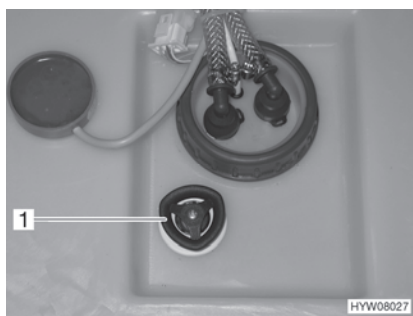

Fig. 139 Serbatoio dell'acqua con maniglia girevole
- Sul serbatoio dell'acqua, ruotare la maniglia girevole (Fig. 139,1) in senso orario fino all'arresto.
- Sul serbatoio dell'acqua, ruotare la maniglia girevole (Fig. 139,1) in senso antiorario fino all'arresto. L'acqua fuoriesce fino a ca. 20 litri.